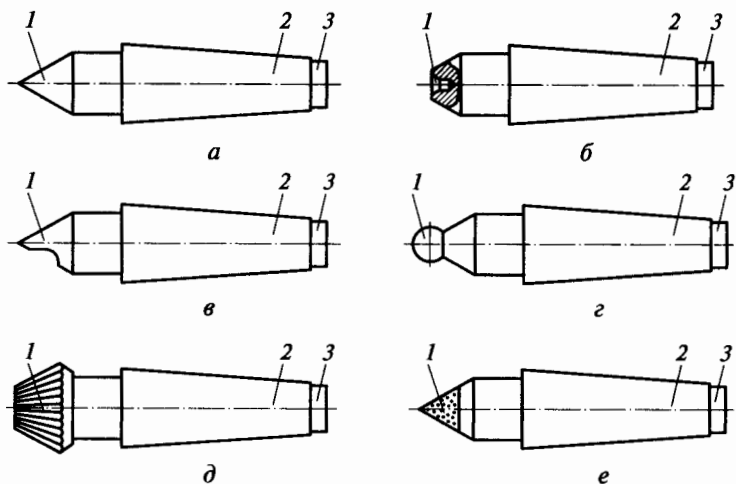

Рис. 5.3. Жесткие центры
6. Назовите конструкции жестких центров (рис. 5.3) и их основные элементы. Укажите назначение этих центров: